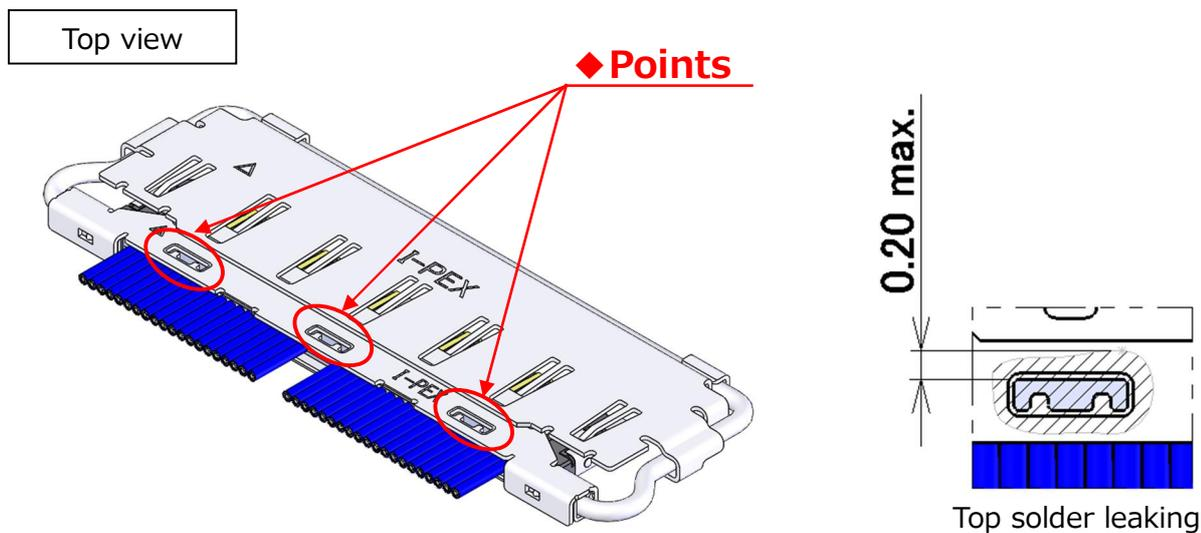

Fig.12 Soldering of Shell-A and Ground Bar
- ② SHELL-A,Bと Ground Bar を半田コテにて全箇所半田付けすることを推奨する。 (Fig.12,13 ◆部)